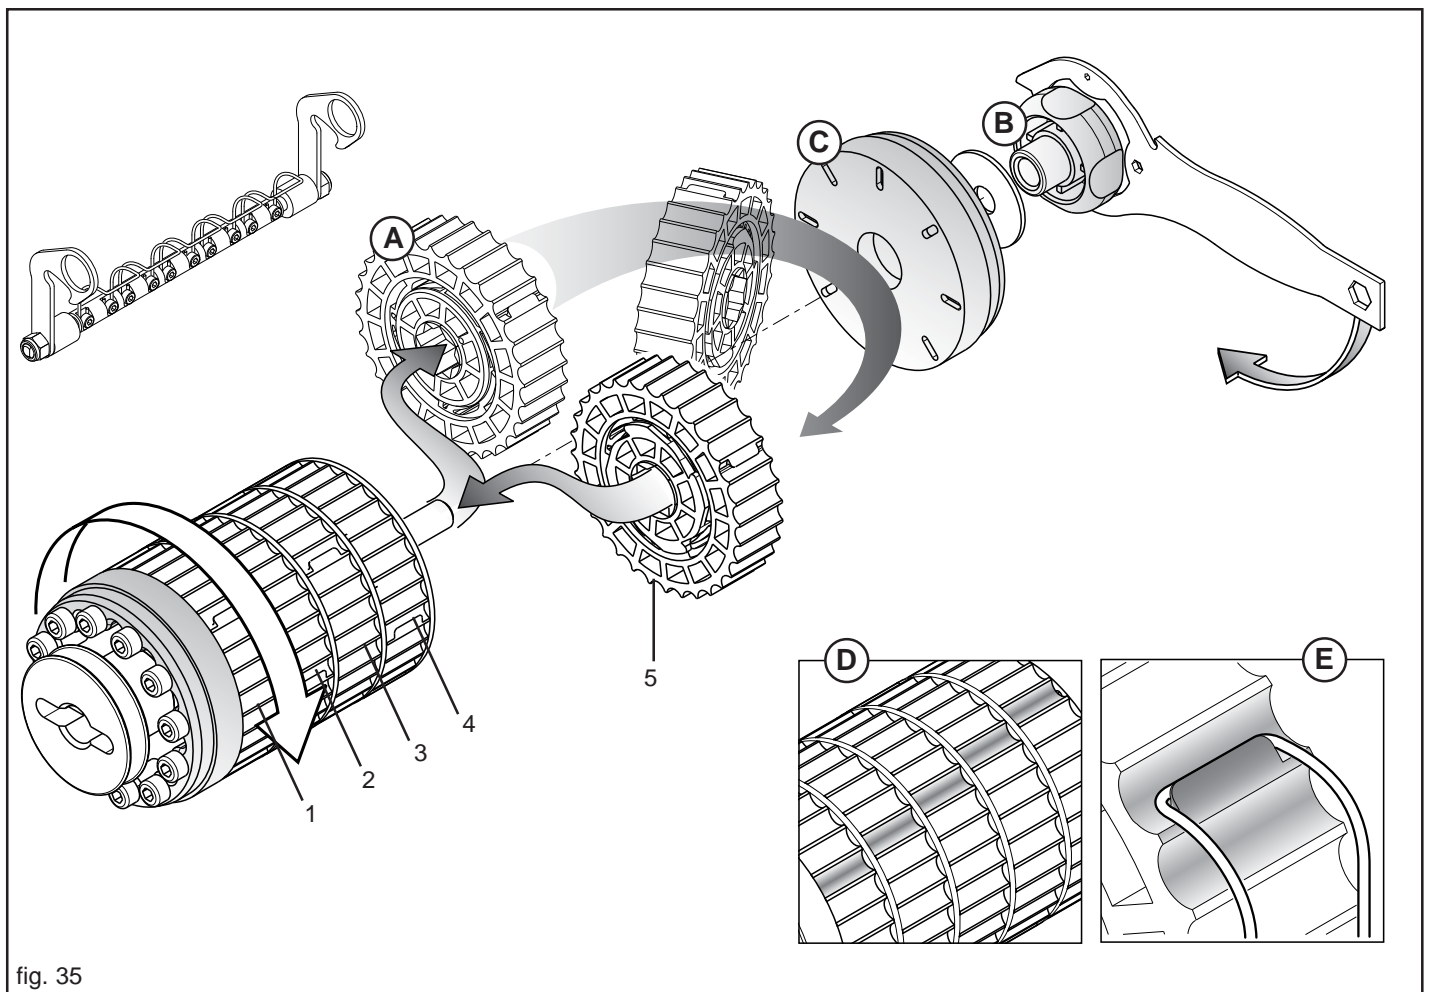

fig. 35
Premesso che ogni settore (A, Fig. 35) distribuisce il 20% di prodotto dell'intero rullo dosatore, è possibile aumentare i settori in lavoro e ridurre rispettivamente la velocità di rotazione del cambio, ottenendo una distribuzione omogenea.
Dopo aver smontato il rullo di dosaggio dall'attrezzatura, utilizzare la chiave in dotazione per svitare il pomello (B, Fig. 35) e togliere la ghiera di bloccaggio (C). Sfilare il settore o i settori da attivare e rimontarli capovolti di 180° **rispettando le posizioni** (1-2-3-4-5, Fig. 35).
Nel rimontare i settori, fare in modo che in condizioni di lavoro quelli attivi presentino le camere sfalsate una dall'altra (D, Fig. 35), per garantire continuità alla distribuzione.
Bloccare l'elemento pulitore nella posizione di lavoro, verificando che le molle aggancino i rispettivi settori esclusi (E, Fig. 35) impedendone la rotazione e quindi la distribuzione.